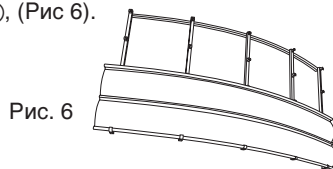

Рис. 6
- drugi panel ③ stroną z większą faldą zatrzaśkujemy na wcześniej zamontowanym pierwszym panelu; mniejszą faldę zatrzaśkujemy na zatrzasku górnym, (Rys. 6).